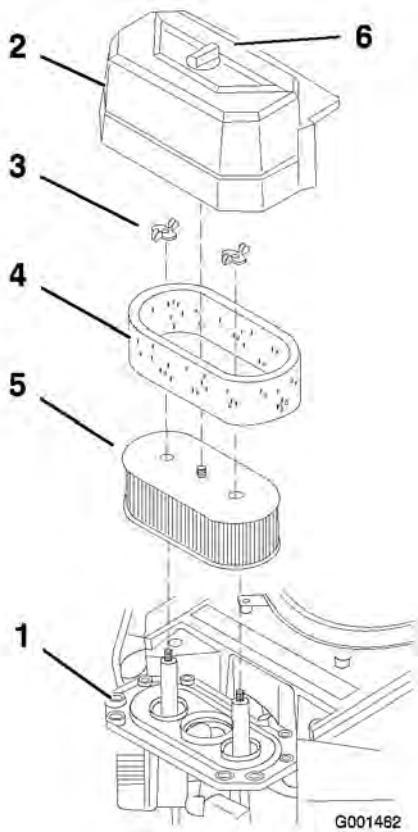

Figura 28
- Limpie alrededor del limpiador de aire de forma que la suciedad no penetre en el motor y cause daños (Figura 28).
- Desenrosque el pomo de la cubierta y retire la cubierta del limpiador de aire (Figura 28).
- Desenrosque las 2 tuercas de orejeta y retire el conjunto del limpiador de aire (Figura 28).
- Retire cuidadosamente el filtro de gomaespuma del filtro de papel (Figura 28).
- No limpie el filtro de papel. Cámbielo cada 200 horas de funcionamiento (Figura 28).
- Deslice cuidadosamente el filtro de gomaespuma sobre el filtro de papel (Figura 28).
- Coloque el conjunto del limpiador de aire sobre la base del limpiador de aire y fíjelo con 2 tuercas de orejeta (Figura 28).
- Coloque en su posición la cubierta del limpiador de aire y apriete el pomo de la cubierta (Figura 28).